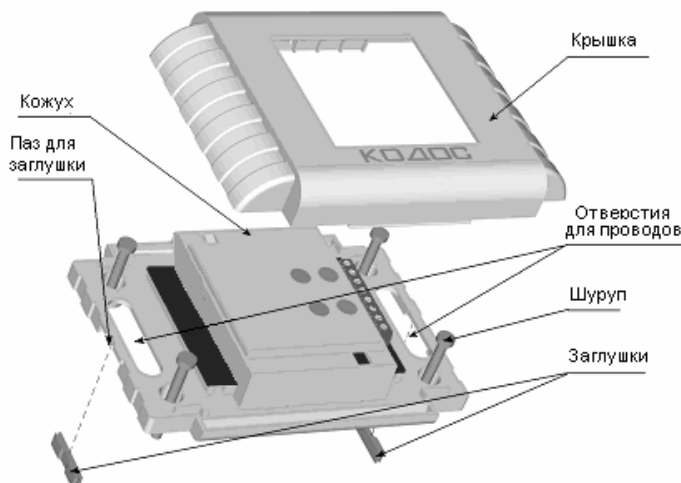
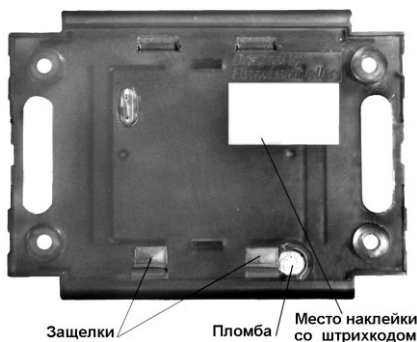

Рисунок 5 – Крепление адаптера (клеммы условно не показаны)
Рисунок 7 – Внешний вид АД-01 (обратная сторона)
Для предотвращения случайного открытия кожуха и последующего разрушения пломбы, не следует вынимать предохранительные защелки, расположенные с обратной стороны кожуха (см. рисунок 7). Разрушение пломбы ведет к снятию с гарантии.
4.4.1 Снять с адаптера крышку (см. рисунок 5).
- в случае если провода подходят сбоку адаптера (например, из короба или гофрированного шланга), снять заглушки (см. рисунок 5, рисунок 7);
провода подходят сбоку) (см. рисунок 5), протянуть провода к кожуху адаптера;